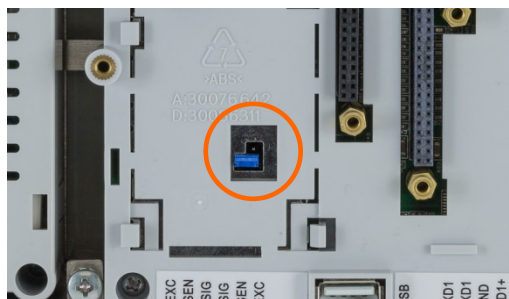

Figura 2-61: Localização de Jumper Milivolts W1, Placa Principal
A versão IDNet da placa principal do IND570 não tem jumpers. Existe um jumper da placa principal da balança analógica IND570 (W1). Este jumper seleciona a operação 2 mV/V ou 3 mV/V do circuito analógico. 3 mV/V é a posição padrão de fábrica. Consulte a Figura 2-61 para a localização do jumper e a Figura 2-62 para suas definições.
- Ao remover o jumper W1 para a operação 3 mV/V, reposicione-o em apenas um dos pinos, como mostrado na Figura 2-61 e, à esquerda, na Figura 2-62. Se este jumper não estiver corretamente posicionado, a tampa plástica sobre a placa principal não caberá adequadamente. Se isto ocorrer, não force a tampa plástica para baixo. Remova a tampa e posicione o jumper como mostrado.